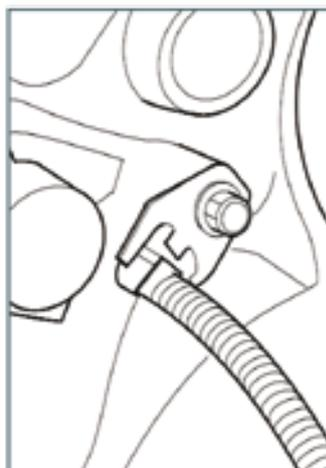
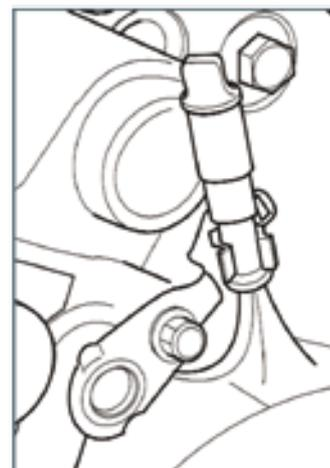

Abb. 3.17a
Abb. 3.17b
- b) Elektronischer CWS-Verschleißsensor (Abb. 3.17a) oder Schalter (Abb. 3.17b) im Inneren der Bremse.